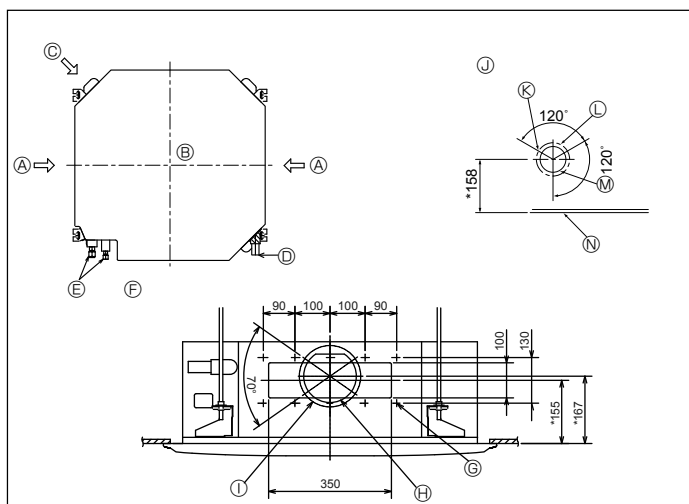

Fig. 3-4
3.4. Opleggingen voor pijpaftakking en luchtinlaat (Fig. 3-4)